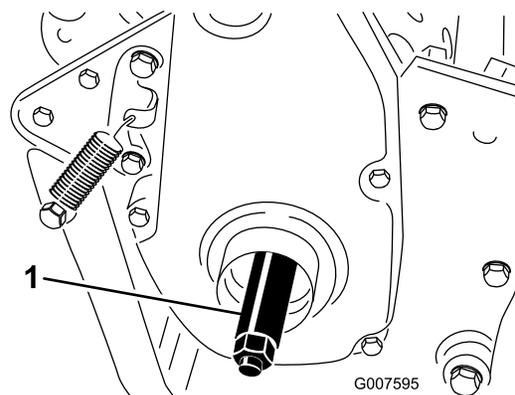

図 7
- 3. 右側ホイール・シャフトを機体の右側にある駆動プーリのネジ穴にねじ込む（図 7）。